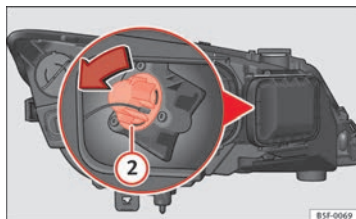

Fig. 137 Lámpara luz intermitente
- Gire el portalámparas ⇒ fig. 137 (2) a la izquierda y tire.